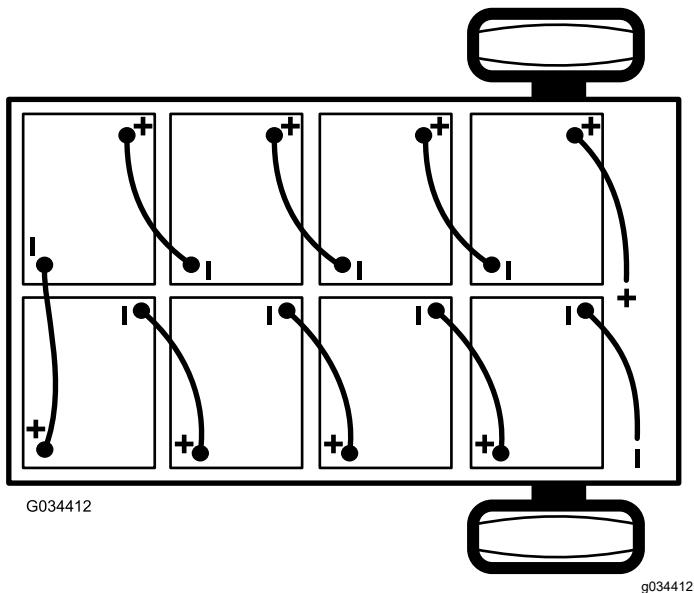

図 40
2. バッテリーと車体のアース端子を接続しているメインのマイナスケーブル黒を、バッテリーから外す **図 40**。
3. バッテリーと車体のメインコンタクタとを接続しているメインのプラスケーブル赤を、バッテリーから外す図 40。
注 バッテリーを新しく積み込む場合には、極性に十分注意してください図 40。
6. 図 40に示すように、1で外した中間接続ケーブルを使ってバッテリーを相互に接続する。
2. 車体に接続されているメインのプラスケーブル赤を、バッテリーに接続する図 40。
3. 車体のアース端子に接続されているメインのマイナスケーブル黒を、バッテリーに接続する図 40。